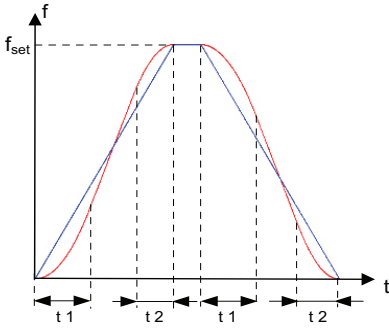

图5-22 S曲线加减速A示意图
- 1：S曲线加减速A——输出频率按照S曲线递增或递减，一般用于对启停过程要求比较平缓的场所，如电梯、传送带等。如图5-22所示。加减速时间与直线加减速一致。功能码P4-08和P4-09分别定义了S曲线加减速A起始段和结束段的时间比例。